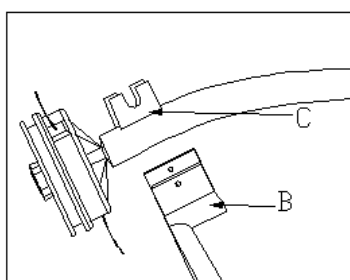

Fig.2A
Le capot doit être bien ajusté sur la tubulure inférieure du manche et résister à un certain effort. Placez le capot (B) sur la patte (C), mettez les rondelles (D) sur le boulon, insérez le boulon (E) et l'écrou (F), enfin serrez fortement (voir Fig 2A et Fig 2B).